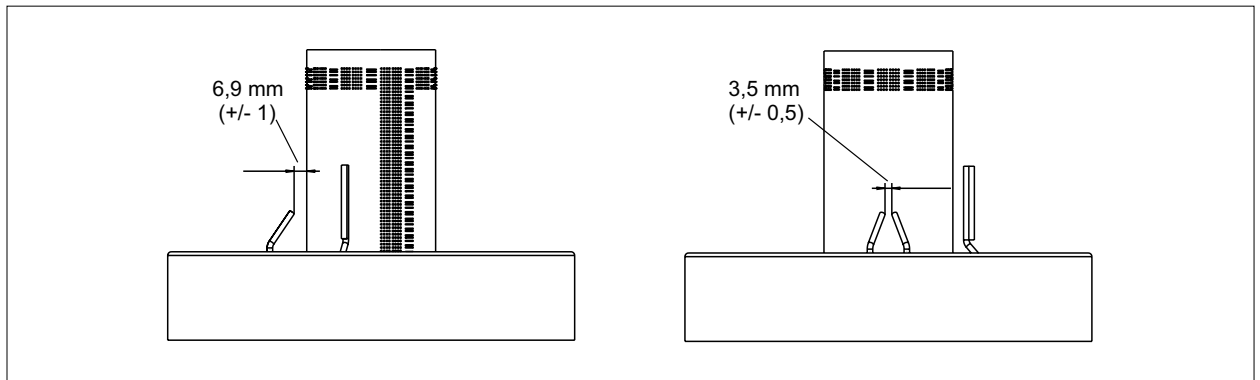

Abb. 6.5 Abstände Zündelektrode
- ▶ Abstände nach Abb. 6.5 prüfen.